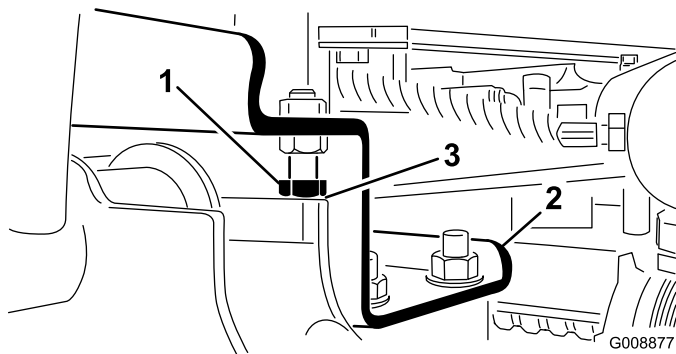

Figure 7
- A. Desserrez les boulons d'arrêt (Figure 7).
2. Vérifiez que l'écartement entre chaque bras de relevage et le boulon d'arrêt est compris entre 0,13 et 1,02 mm (0,005 et 0,040 po), comme montré à la Figure 7. Si ce n'est pas le cas, réglez les boulons d'arrêt de manière à obtenir l'écartement voulu.